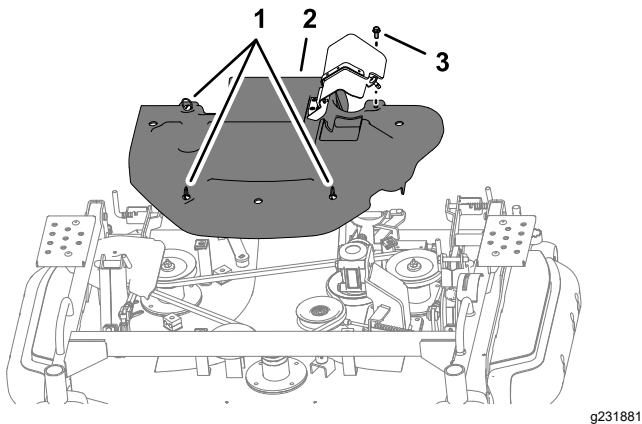

Bild 116
1. Drehen Sie die Viertelumdrehungsbefestigungen nach links (Bild 116).
2. Lockern Sie die Schraube (Bild 116).
1. Fluchten Sie die Viertelumdrehungsbefestigungen der Riemenabdeckung mit den Clipmuttern am Mähwerk aus, siehe Bild 116 in Entfernen der Riemenabdeckung (Seite 82).
3. Befestigen Sie die Schraube in der Riemenabdeckung an der Clipmutter des Mähwerks, siehe Bild 116 in Entfernen der Riemenabdeckung (Seite 82).